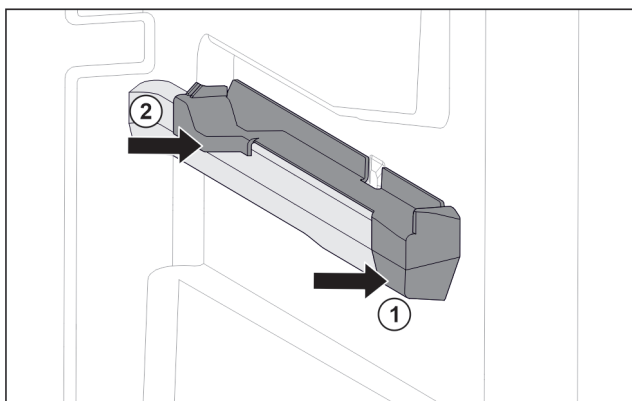

Fig. 150 Élément emboîtable sur la nervure de récipient droite
- Poser le devant de l'élément emboîtable contre la nervure de récipient. Fig. 150 (1)
- Enfoncer l'arrière de l'élément emboîtable. Fig. 150 (2)